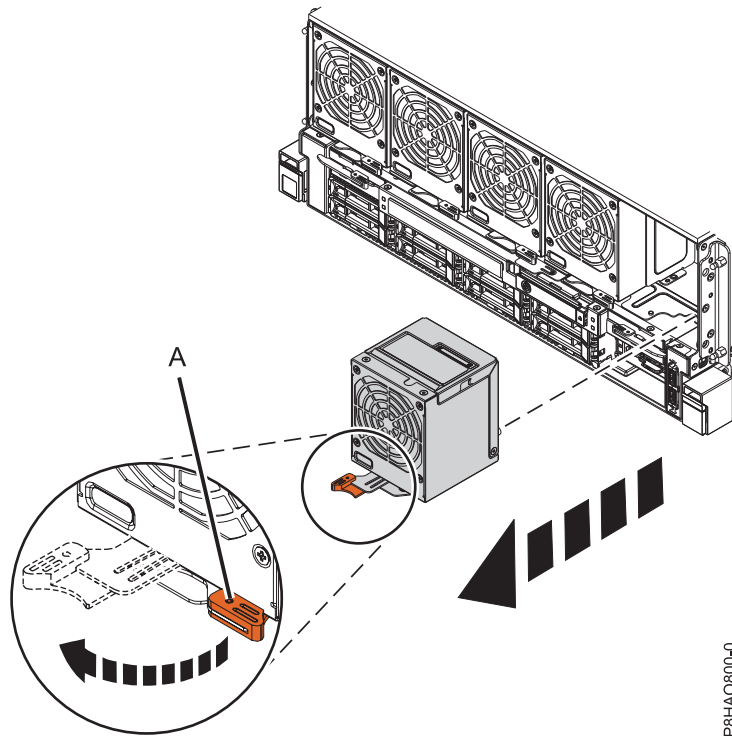

Figura 7. Extracción del ventilador frontal
1. Haga girar el asa del ventilador (A) en la dirección que se muestra en la Figura 7 en la página 8 para desbloquear el ventilador de su ranura.